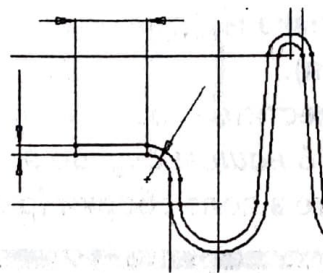

Рис. 29
15. Запните контур с обеих сторон короткими вертикальными отрезками - тем самым получен профиль для детали вращения (рис. 29).